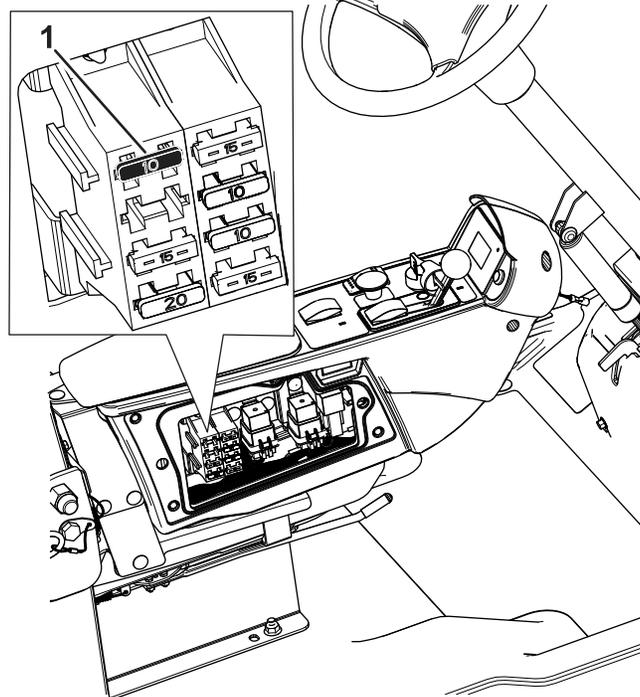

Figura 5
7. Instale o fusível de 10 A no bloco de fusíveis como se mostra na Figura 5.